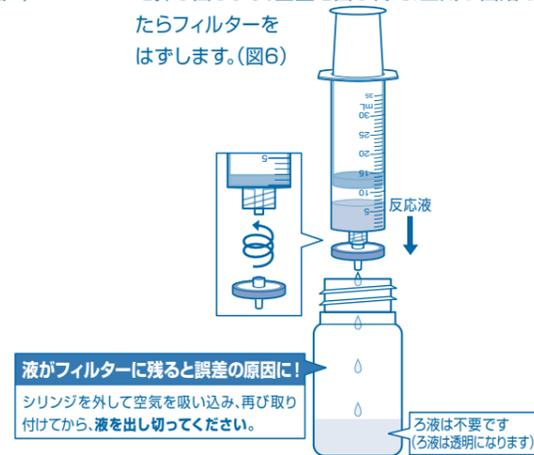

図6
⑥30mLシリンジにフィルターを取り付け、反応液を押し出します。全量を出し終え、空気が出始めたらフィルターをはずします。(図6)